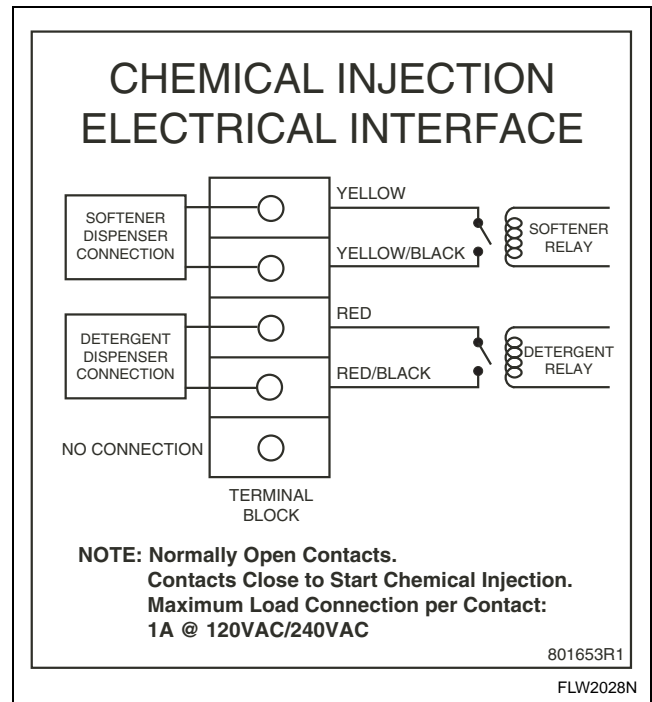

Figure 12
4. Se reporter aux instructions sur le dispositif de distribution automatique des produits de lessive et à la vignette à l'intérieur du couvercle de la boîte de jonction de la machine à laver (*Figure 12*) pour ce qui est du raccordement électrique.
Dans la boîte de jonction située sur le panneau arrière, une plaque à borne envoie des signaux aux pompes du dispositif de distribution automatique des produits de lessive. Ce sont des contacts secs. Il faut mettre l'appareil sous tension. Se reporter à la *Figure 12* qui montre la vignette d'interface du dispositif de distribution automatique.